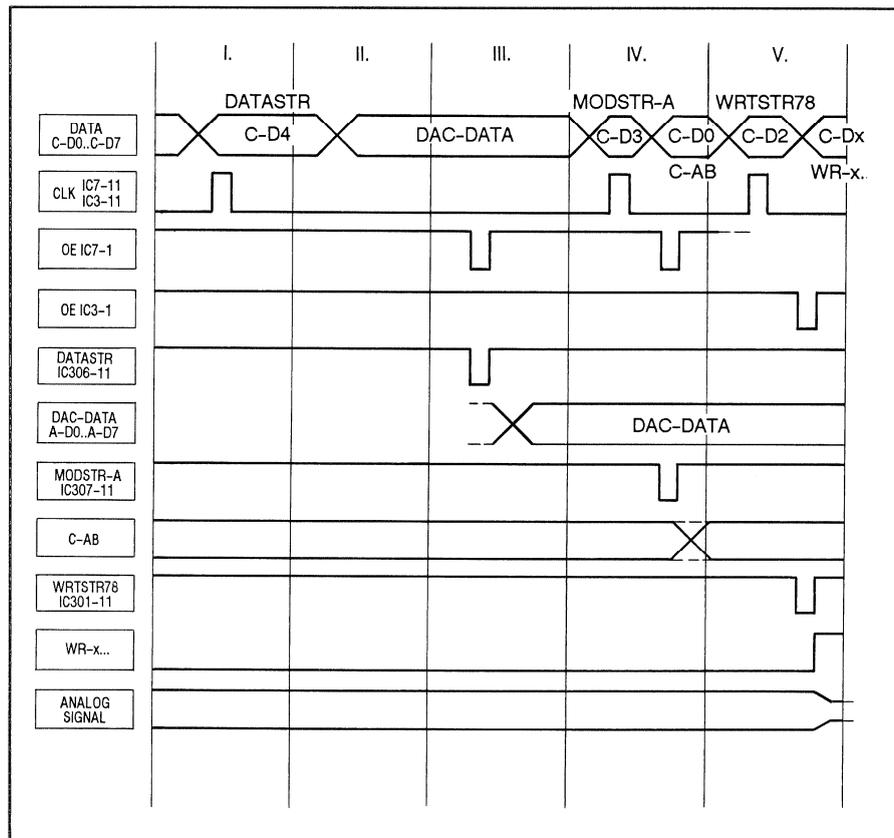

Fig. 3
2. Digital-Analog-Wandler (DAC) laden, siehe Fig. 3